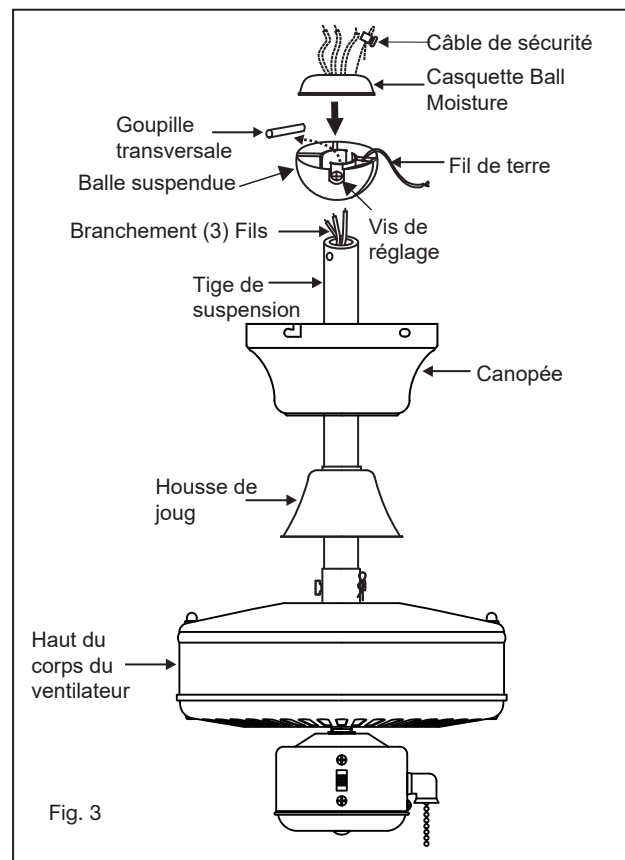

Fig. 3
- 7 Insérez 2 vis dans le support de suspension, en les laissant partiellement dégagées (Fig. 3).
- 6 Glissez le couvercle de l'étrier, l'anneau de garniture et la verrière sur la tige de suspension. (Fig.3)
- 8 Faites passer les fils dans les trous du capuchon d'humidité de la bille en caoutchouc et faites glisser le capuchon vers le bas sur le dessus de la bille. (Fig.3)